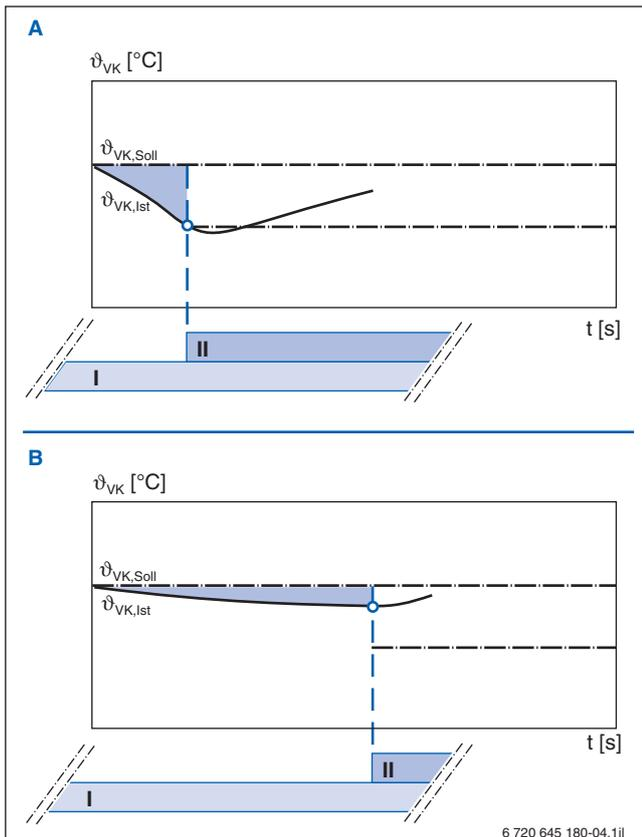

Bild 4 Funktionsprinzip der dynamischen Schalt-differenz bei unterschiedlichen Regelabweichungen
- Zweitens prüft das Regelsystem ständig die Differenz zwischen der Kesselvorlauf-Solltemperatur und der Kesselvorlauf-Isttemperatur. Daraus berechnet das Regelgerät die Summe der Regelabweichung über ein bestimmtes Zeitintervall (Integral). Wenn der berechnete Wert einen fest eingestellten Grenzwert überschreitet, wird der Brenner ein- oder ausgeschaltet, auch wenn die fest vorgegebene Schaltschwelle noch nicht erreicht wurde (→ Bild 4, Seite 13).